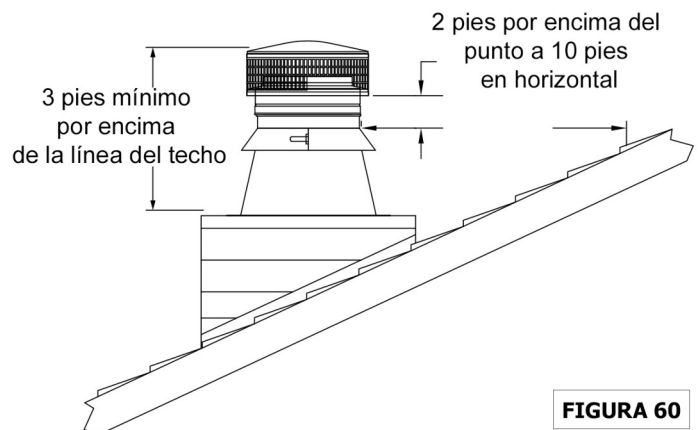

FIGURA 60
10. **Terminación:** La norma NFPA 211, "para chimeneas, hogares, ventilaciones y aparatos de combustión de materiales sólidos", establece que las chimeneas deben extenderse por lo menos tres pies por encima del punto más alto donde atraviesa el techo de un edificio, y por lo menos dos pies más alto que cualquier parte de un edificio dentro de diez pies. (Figura 60)